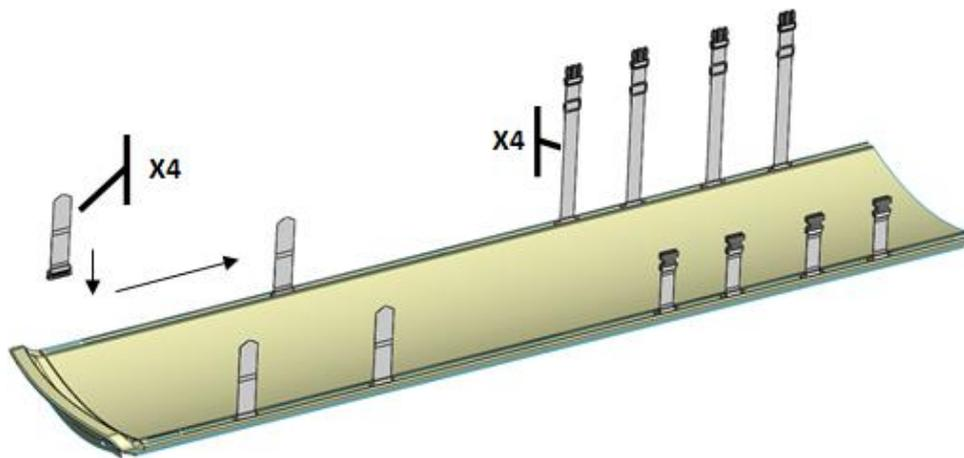

Abbildung 2: MRT-Liege mit Schlitten für Schnappverschlüsse und Gurte
1. Bringen Sie die im Zubehörsatz (*Abbildung 2*) enthaltenen Schnappverschlüsse und Gurte am Tisch an.